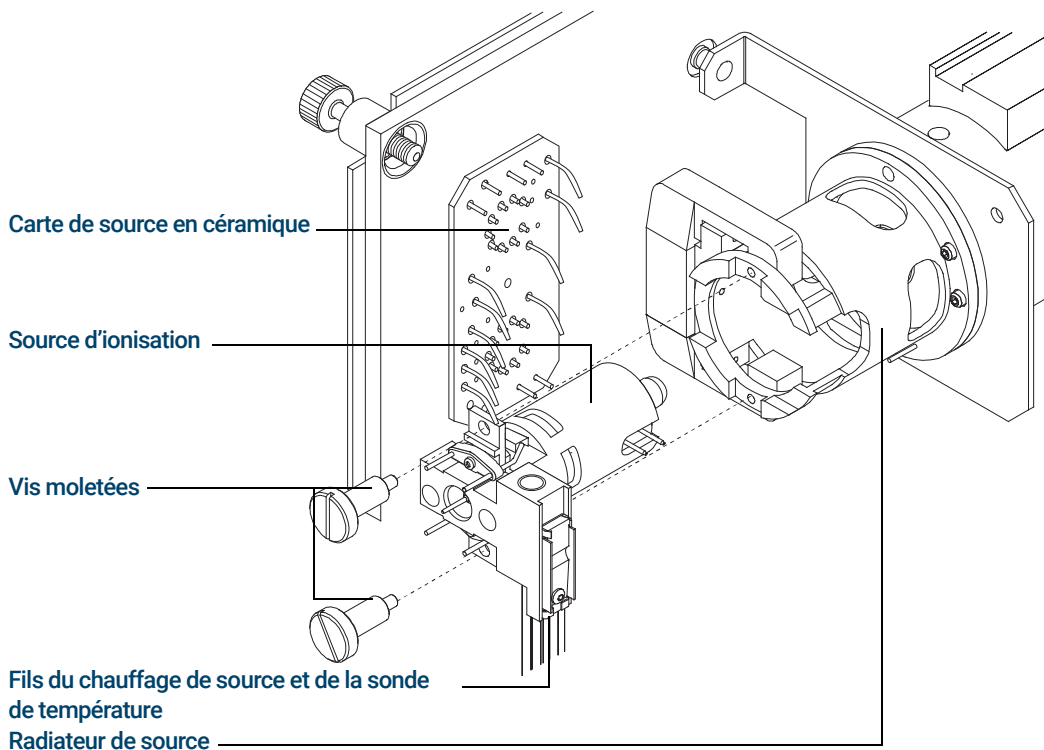

Figure 50. Dépose de la source EI XTR
- 4 Déposer les vis moletées de fixation de la source. (Voir **Figure 50**.)